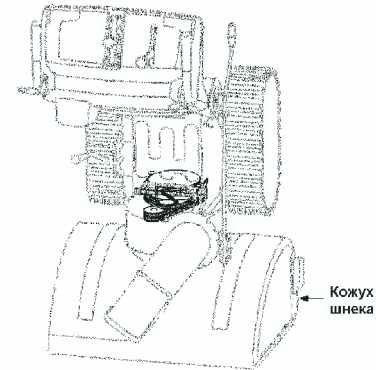

Рисунок 13
4. Поставьте снегоуборщик вертикально, облокотив его на кожух. Смотрите рисунок 13.